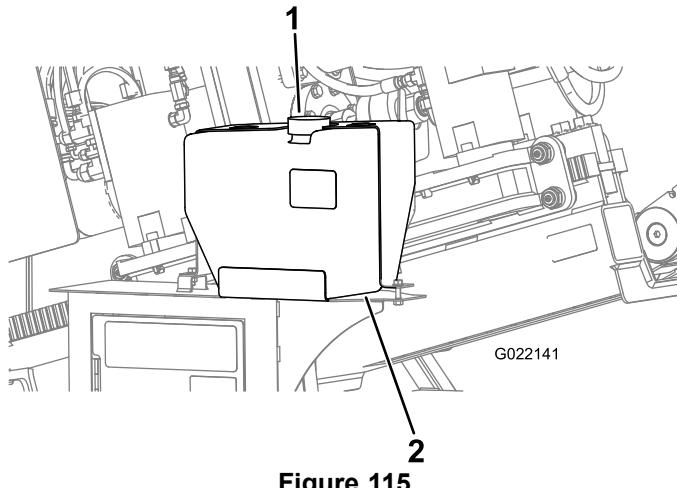

Figure 115
- D. Enlevez le bouchon du réservoir d'antigel pour la pompe à fluide de forage (Figure 115).
- E. Vérifiez que le réservoir est rempli d'antigel (Figure 115).
C. Ajoutez la quantité nécessaire d'antigel dans le réservoir (Figure 115).
5. Remettez le bouchon sur le réservoir d'antigel (Figure 115).